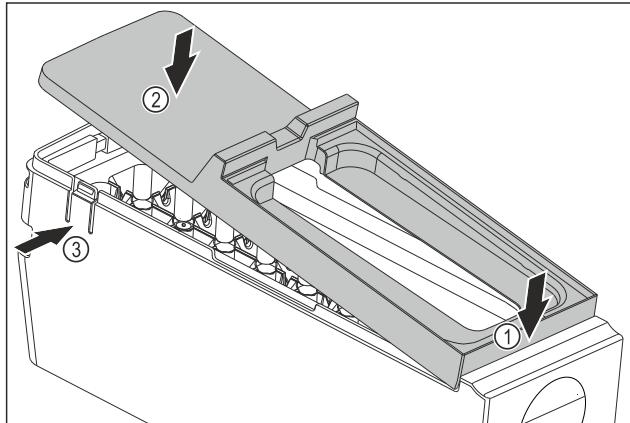

Fig. 81
- Смонтируйте крышку корпуса EasyTwist-Ice: Установите крышку спереди. Fig. 81 (1)
- Опустите крышку сзади. Fig. 81 (2)
- Крышка со щелчком фиксируется в накладках Fig. 81 (3).